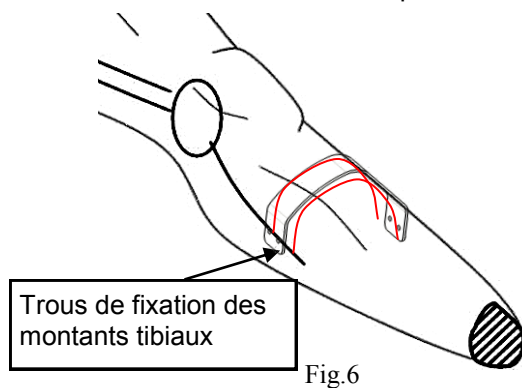
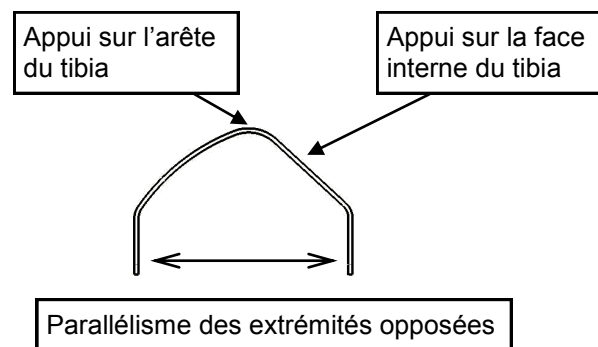

Fig.6
Fig.7
5. Embrasse tibiale rigide (fig.6 et fig.7)
5. Rigid tibial band (fig.6 and fig.7)
5. Steifes Unterschenkelband (Abb.6 und Abb.7)